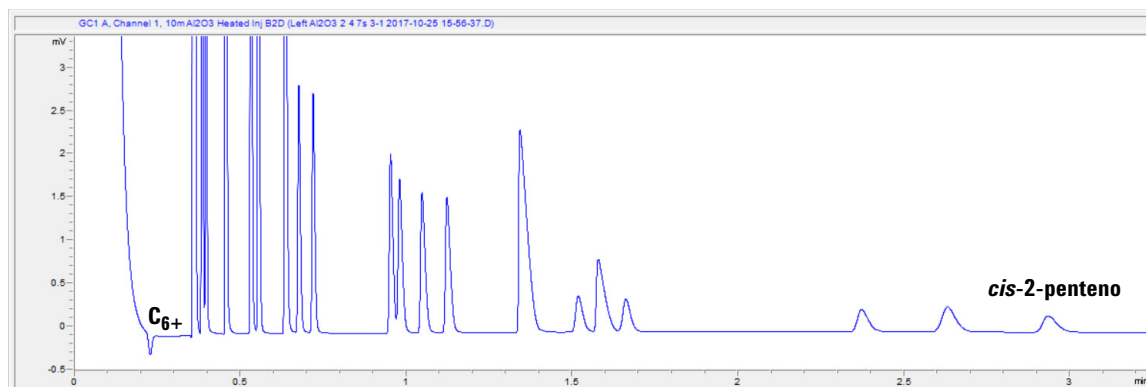

Figura 39 Columna 10m Al₂O₃ para el análisis de gases de refinería
- 1 Ajuste el tiempo de retroflujo (BF) en 0 s. Ejecute el método para obtener los picos de todos los componentes eluidos. Registre el tiempo de retención (RT) del *cis*-2-penteno y del *n*-hexano.
- 4 Ajuste con precisión el tiempo de BF, encuentre el punto de los datos en el que se observa el pico del *n*-hexano. Reduzca el tiempo de BF en pasos de 0,1 s e inicie un análisis hasta que el pico desaparezca (altura de pico < 3 µV). Ajuste el tiempo de BF para este canal a ese valor menos 0,4 s. Normalmente un rango de tiempo nítido para el canal 10m Al₂O₃ BF2D (RAD) está entre 1 s y 2 s. (Consulte la Figura 39 en la página 86.)